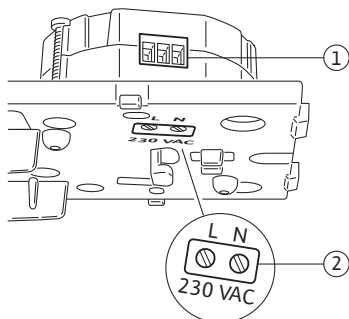

Fig. 23: Netzanschluss herstellen
- Die Adern des vorverlegten 230V-Netzanschlusskabels 3–4 mm abisolieren und an die Klemmen L und N des Netzteils anschließen (Fig. 23, Pos. 1).
- Die Aderenden durch die Öffnung auf der Vorderseite der Elektronikbox festschrauben (Fig. 23, Pos. 2).